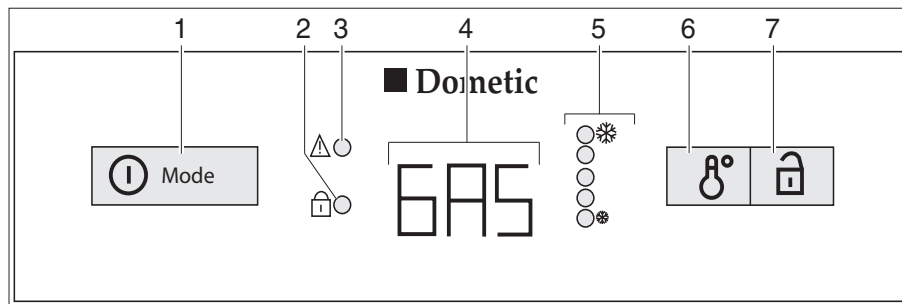

Fig. 216 Boutons de commande pour le réfrigérateur (Dometic Série 8 avec AES)
En cas de dysfonctionnement, l'indicateur DEL de dysfonctionnement "⚠" (Fig. 216,3) clignote.
Lorsque l'alimentation 230 V n'est **pas** branchée et le moteur du véhicule est à **l'arrêt**, le AES choisira automatiquement l'alimentation en gaz. Dès que le fonctionnement au gaz est activé, la veilleuse de sécurité s'ouvre automatiquement, de sorte que le gaz peut arriver au brûleur. En même temps, l'allumage électronique est connecté. Si la flamme s'éteint, p. ex. en raison d'un courant d'air, l'allumage s'active automatiquement et rallume le gaz. En cas de dysfonctionnement du régime au gaz, le texte "GAS" clignote dans le voyant de contrôle (Fig. 216,4).
Lorsque le réfrigérateur est mis en marche, il choisit automatiquement la température moyenne du thermostat. Ce réglage peut cependant être corrigé manuellement à l'aide d'interrupteur réglage de la température (Fig. 216,6). Les indicateurs DEL (Fig. 216,5) indiquent le réglage du thermostat sélectionné. La température de réfrigération de tous les trois types d'énergie est réglée par le même interrupteur. Il faudra attendre quelques heures jusqu'à ce que le réfrigérateur ait atteint sa température normale de réfrigération. Il garde toutefois son réglage de température lorsqu'on change d'un mode à un autre. La température de réfrigération est maintenue indépendamment du type d'énergie choisi.
- Appuyer sur le commutateur/sélecteur de source d'énergie (Fig. 216,1) pendant 2 secondes pour mettre l'appareil en marche. Le dernier mode de fonctionnement sélectionné est indiqué dans le voyant de contrôle (Fig. 216,4).
- Choisir le type d'énergie à l'aide du commutateur/sélecteur de source d'énergie (Fig. 216,1).
- Régler la température de refroidissement sur l'interrupteur de réglage de la température (Fig. 216,6). Les indicateurs DEL (Fig. 216,5) indiquent le réglage du thermostat sélectionné.
- Appuyer pendant 2 secondes sur le commutateur/sélecteur de source d'énergie (Fig. 216,1). Tous les indicateurs s'éteignent.